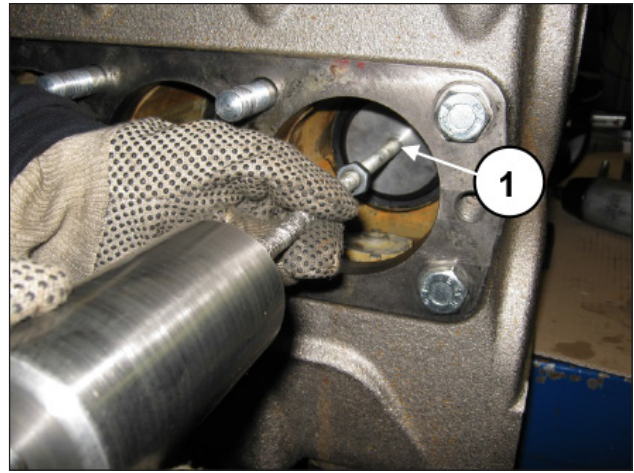

Fig. 127
Em caso de necessidade, é possível usar o furo M10 para extrair o casquilho de fix. Estanqueidade usando um martelo (pos. ①, Fig. 127).